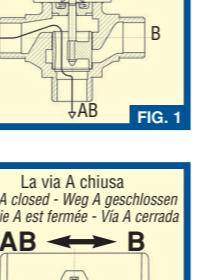

FIG. 4
**COLLEGAMENTI ELETTRICI** Come messo in evidenza nelle figure 4 e 5 a seconda del controllo esterno a basso voltaggio esistono due tipi di collegamenti elettrici:
**ELECTRICAL CHARACTERISTICS:** As illustrated in figures 4 and 5 there are two types of electrical connection depending on the type of low voltage external control:
**CONNEXIONS ÉLECTRIQUES** Comme représenté dans les figures 4 et 5, en fonction de la commande extérieure à basse tension, il existe deux types de connexions électriques: